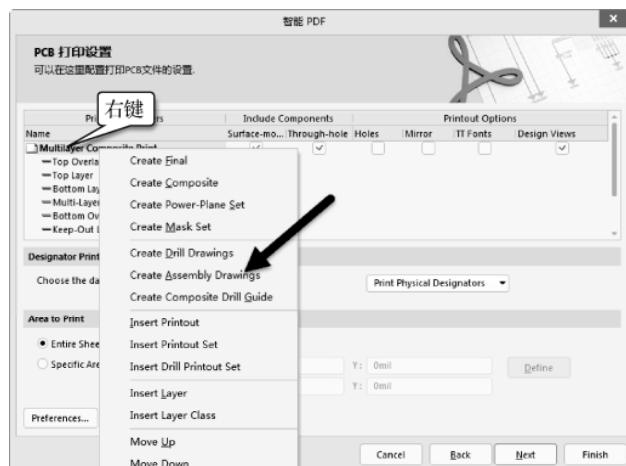

图 11-28 创建装配输出元素
(1) 在输出栏目条上单击鼠标右键，创建装配图输出，一般默认创建顶层和底层装配输出元素，如图 11-28 所示。